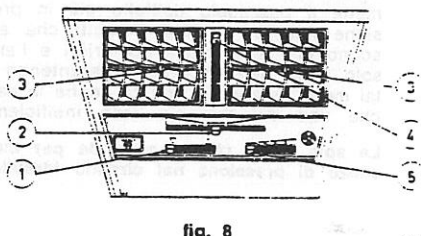

fig. 8
- 15 - Commande ouverture et réglage débit des grilles centrales d'aération (voir fig. 8).
- 16 - Commande ventilateur (voir fig. 8).
- 17 - Réglage température air forcé (voir fig. 8).
- 20 - Levier commande dispositif de climatisation (voir fig. 8).
- 15 - Central air-grills opening and adjusting control (fig. 8).
- 16 - Fan control (fig. 8).
- 17 - Air-forced temperature regulation (fig. 8).
- 20 - Air-conditioning system lever (fig. 8).
LEVA COMANDO CENTRALINA CLIMATIZZAZIONE (fig. 8/1)
REGOLAZIONE DELLA TEMPERATURA (fig. 8/2)
LEVIER COMMANDE DISPOSITIF CLIMATISATION (fig. 8/1)
REGLAGE DE LA TEMPERATURE (fig. 8/2)
COCKPIT AIR INTAKE ASSY LEVER (fig. 8/1)
TEMPERATURE ADJUSTEMENT (fig. 8/2)
COMANDO GRIGLIE DI AERAZIONE INTERNO ABITACOLO (fig. 8/3)
COMANDO APERTURA E REGOLAZIONE PORTATA DELLE GRIGLIE CENTRALI DI AERAZIONE (fig. 8/4)
COMANDO VENTILATORE (fig. 8/5)
COMMANDE GRILLES D'AERATION INTERIEUR HABITACLE (fig. 8/3)
COMMANDE OUVERTURE ET REGLAGE DEBIT GRILLES CENTRALES D'AERATION (fig. 8/4)
COMMANDE VENTILATEUR (fig. 8/5)
COCKPIT AIR-FLOW GRILLS CONTROL (fig. 8/3)
CENTRAL GRILLS OPENING AND ADJUSTING CONTROL (fig. 8/4)
FAN CONTROL (fig. 8/5)